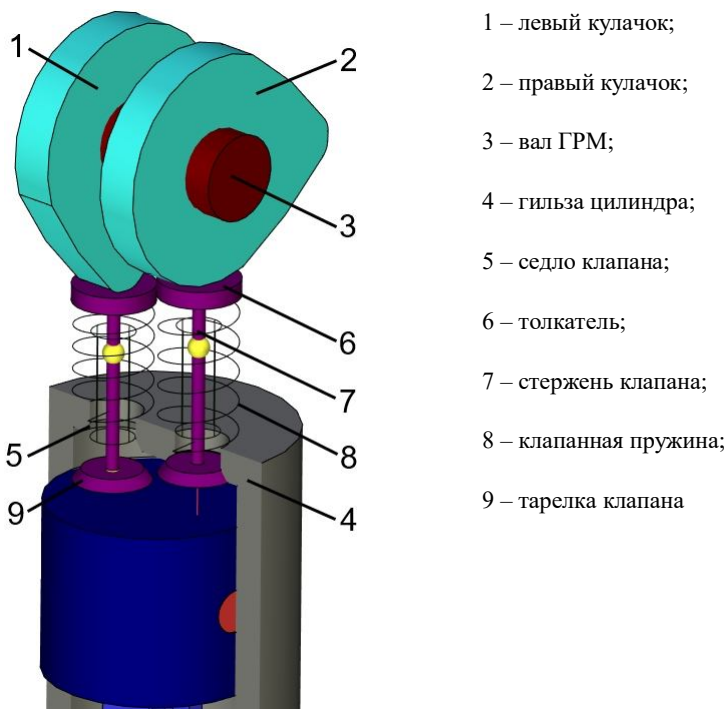

Рис. 3.1 – Схема ГРМ
- 1 Создание в упрощенном виде основных элементов системы ГРМ: кулачка, толкателя, клапана и, схематично, гильзы цилиндра с отверстиями под клапаны (рисунок 3.1).
Расстояние Lv от оси клапана до оси гильзы выберите сами, опираясь на рис. 3.1. Учтите, что между тарелками клапанов должно быть расстояние не менее радиуса тарелки клапана, от стенок гильзы также необходим небольшой отступ, оси клапанов